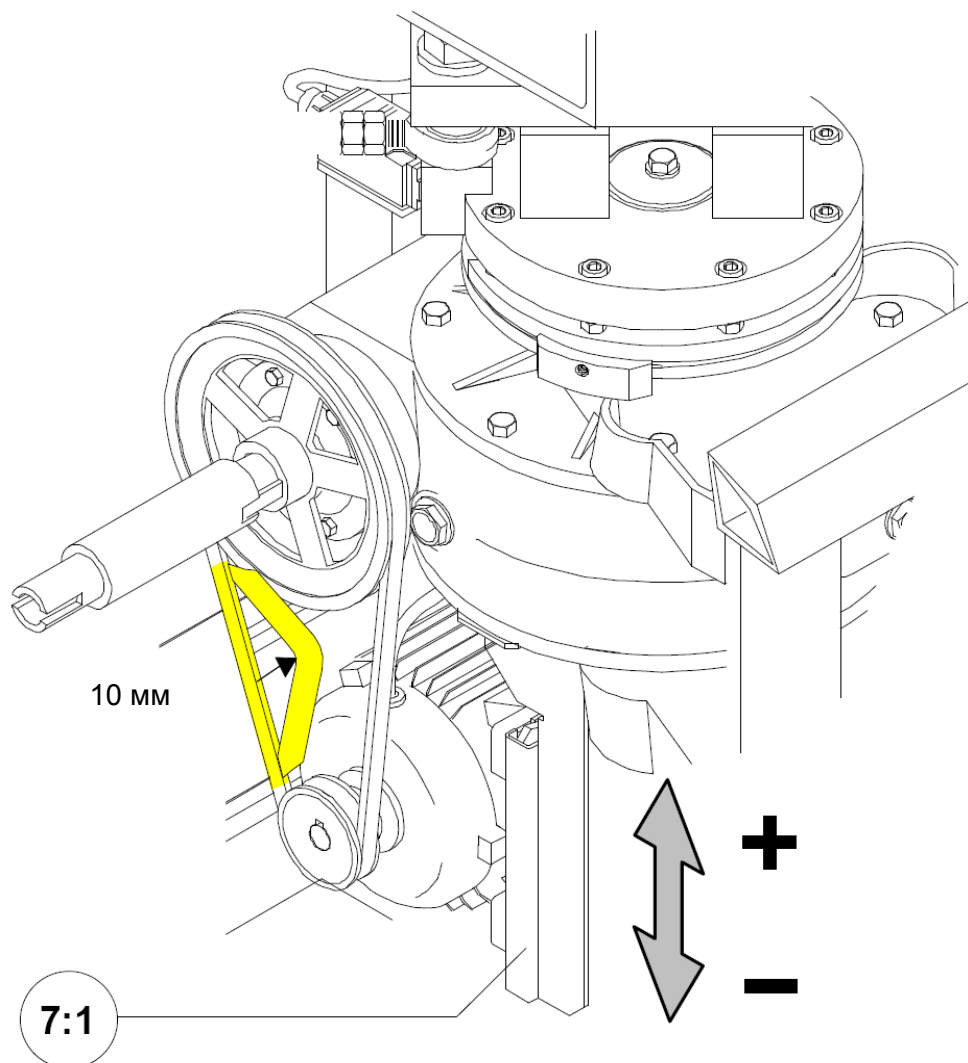

Рис. 7
- ☞ Продвинуть двигатель вверх по направляющим. Натяжение отрегулировано правильно, если при приложении усилия ремень прогибается примерно на 10 мм, как показано на Рис. 7.